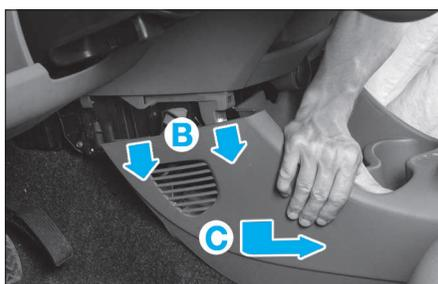

FIG. 35
- Extraire la console centrale en dépliant vers l'arrière. (Fig.35).